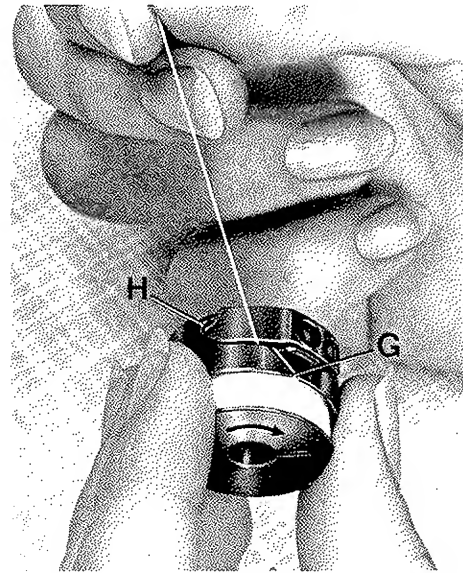
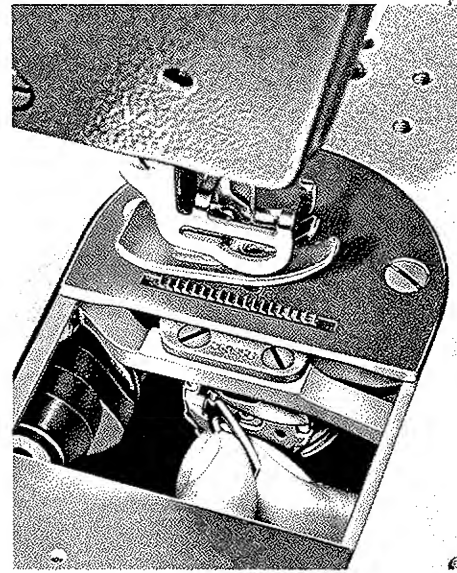

Fig. 6
Fig. 7
Die gefüllte Spule so in die Oberkapsel einsetzen, daß der Faden im Uhrzeigersinn abläuft (siehe Pfeil Fig. 6).
Bei leichtem Festhalten der Spule den Faden in den Schlitz G (Fig. 6) einhängen und unter der Spannungsfeder hindurchziehen, bis er hinter der Federzunge H wieder hervorkommt. Fadenende ca. 5 cm überstehen lassen. Maschine ausschalten. Durch Drehen am Handrad Fadenhebel in höchste Stellung bringen. Oberkapsel in Greifer einsetzen (Fig. 7).
Insert the full bobbin into the bobbin case so that when you pull the thread the bobbin turns in a clockwise direction (see arrow in Fig. 6).
Hold the bobbin fast and pull the thread into slot G (Fig. 6) and under the tension spring H until it emerges at its rear tip. Pull out abt. 2 inches of thread. Switch off the machine.
Place the bobbin case into the sewing hook (Fig. 7).
Introduire la canette garnie dans la boîte à canette, de manière que le fil se déroule dans le sens des aiguilles d'une montre (flèche, fig. 6).
Tout en retenant légèrement la canette, faire passer le fil depuis la fente G (fig. 6) sous le ressort de tension, jusqu'à ce qu'il réapparaisse derrière la languette du ressort H. Laisser dépasser environ 5 cm de fil. Mettre la machine hors circuit. Tourner le volant jusqu'à ce que le levier releveur de fil se trouve au point haut de sa course. Placer la boîte à canette garnie dans le crochet (fig. 7).
■ Coloque la bobina llena en la cápsula de forma que el hilo corra en el sentido de las agujas del reloj (véase flecha, fig. 6).
Sujetando ligeramente la bobina, enganche el hilo en la ranura **G** (fig. 6) y páselo por debajo del muelle tensor hasta que aparezca de nuevo por detrás de la lengüeta elástica **H**, dejando que sobresalga unos 5 cm. Desconecte la máquina. Gire el volante hasta que la palanca tirahilos de halle en su posición superior. Introduzca la bobina llena en la cápsula y colóquela en el garfio (fig. 7).
■ La spolina piena va inserita nella capsula in modo che il filo scorra in senso orario (vedi freccia fig. 6)
Tenendo leggermente la spolina, agganciare il filo nella fessura **G** (fig. 6) e tirarlo al di sotto della molla di tensione fino a che non fuoriesce nuovamente dietro la linguetta della molla **H**. Tirare ca. 5 cm di filo fuori. Disinserire la macchina. Girando il volantino, portare il tendifilo nella posizione più alta. Mettere la spolina piena nella capsula ed inserire nel crochet (fig. 7).